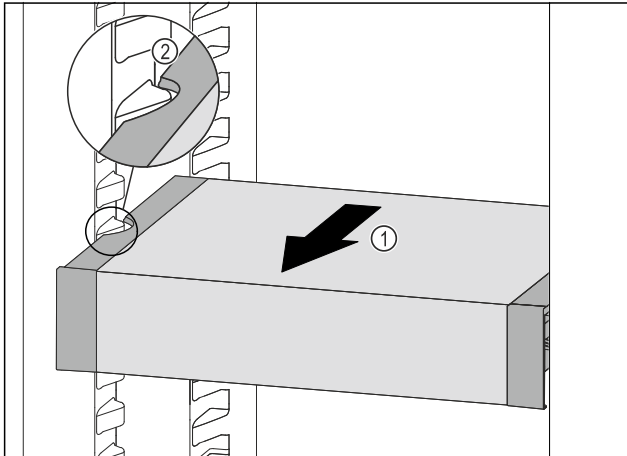

Fig. 82
- Tirare VarioSafe in avanti Fig. 82 (1) fino a quando le cavità laterali di VarioSafe non si trovano al livello della nervatura del contenitore nel vano frigorifero. Fig. 82 (2)